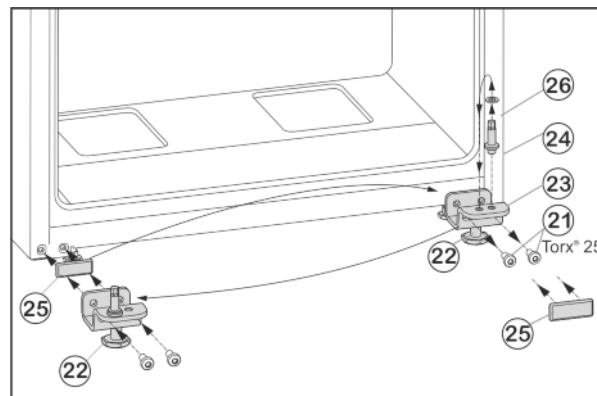

Fig. 7
- ▶ Noskrūvējiet stiprinājuma skrūves Fig. 7 (21).
- ▶ Noņemiet apakšējo gultņa balstu Fig. 7 (23) kopā ar gultņa skrūvi Fig. 7 (24), paplāksni Fig. 7 (26) un kājiņu Fig. 7 (22).
- ▶ Noskrūvējiet gultņa skrūvi *Fig. 7 (24)* kopā ar paplāksni *Fig. 7 (26)*, pārliciet gultņa balsta pretējā caurumā un atkal pieskrūvējiet.
- ▶ Uzmaniģi noņemiet aizsargplāksni *Fig. 7 (25)* un pārliciet pretējā pusē.
- ▶ Atkal pieskrūvējiet apakšējo gultņa balstu *Fig. 7 (23)* kopā ar gultņa skrūvi *Fig. 7 (24)*, paplāksni *Fig. 7 (26)* un kājiņu *Fig. 7 (22)* jaunajā eņģu pusē, ja nepieciešams ar akumulatora skrūvgriezi **stingri (ar 4 Nm)**.
- ▶ Uzlieciet apakšējās durvis no augšas uz gultņa skrūves *Fig. 7 (24)*.
- ▶ Izskrūvējiet kājiņu *Fig. 7 (22)* no apakšējā gultņa balsta *Fig. 7 (23)*, līdz tā balstās uz grīdas.